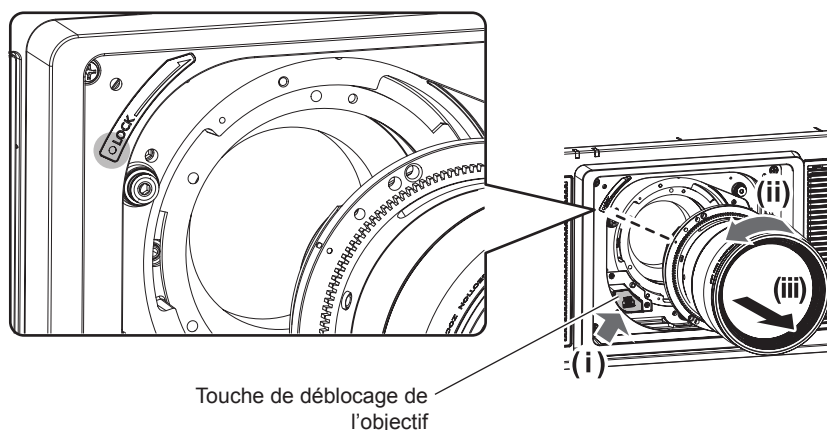

Fig. 1
- 2) **Retirez l'objectif de projection en le tournant dans le sens antihoraire tout en appuyant sur la touche de retrait de l'objectif. (Fig. 1)**